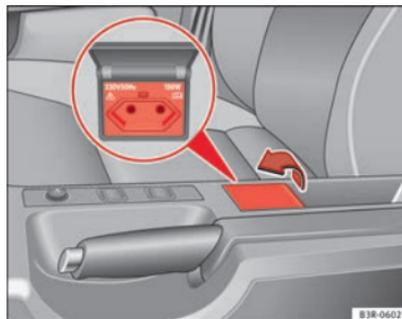

Fig. 126 Centro da consola central: tomada de corrente de 230 Volts.
- Levantar a tampa para abrir ⇒ Fig. 126.